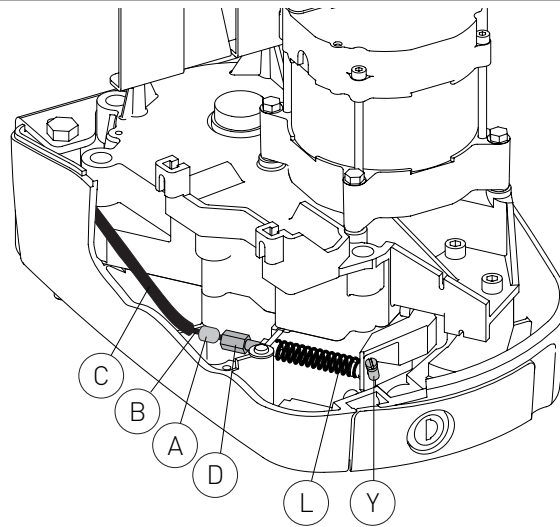

Fig. 7
6. Installazione DEB04 con FACIL (fig. 7)
6. Install DEB04 with FACIL (fig. 7)
6. Installation DEB04 avec FACIL (fig.7)